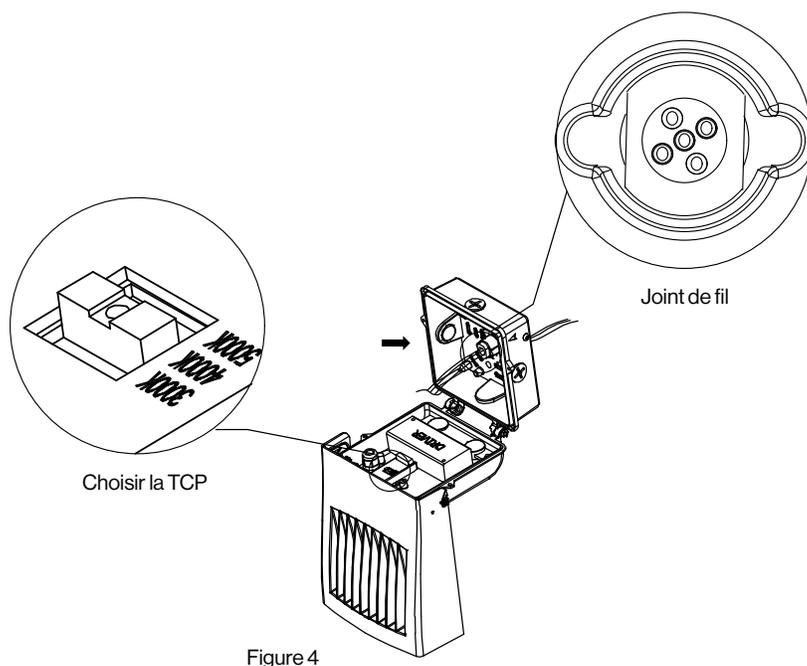

Figure 4
- Sortir les fils d'alimentation (A noir, N blanc), le fil de mise à la terre (M.-À.T. vert) et les fils de gradation (pourpre et gris) (si requis), en défonçant le joint de fil à 5 trous. (Figure 4)
- Choisir la TCP recherchée selon les besoins du projet en utilisant l'interrupteur à glissière. (Figure 4)